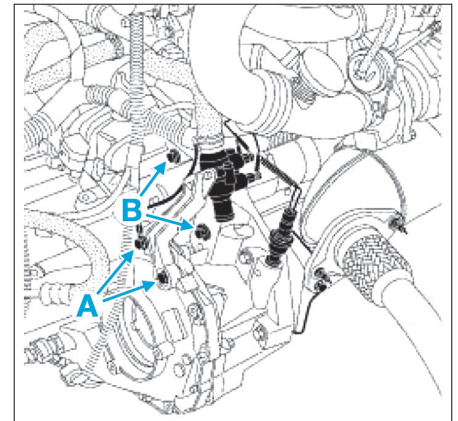

Fig. 5
- les deux fixations du support de boîtier thermo-plongeurs (A) (Fig.5).